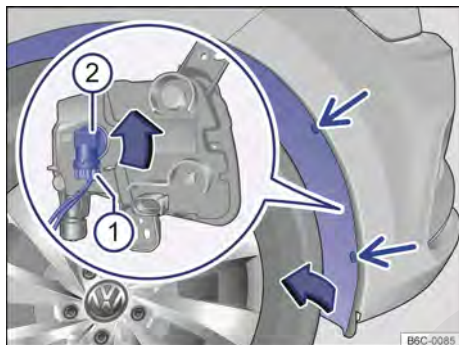

Fig. 130 En la caja de la rueda delantera: acceso a la bombilla del farol de neblina.
2. Retirar los tornillos de fijación del guardabarros → fig. 130 (flechas) con la ayuda de un destornillador.
5. Desencajar el conector de alimentación de la lámpara → fig. 130 ⓘ, presionar al mismo tiempo, la traba de fijación del conector.
6. Girar el portalámparas → fig. 130 Ⓜ, en sentido antihorario hasta el tope y desencajarlo del alojamiento.
13. Volver a colocar los tornillos de fijación → fig. 130 (flechas) y ajustarlos.